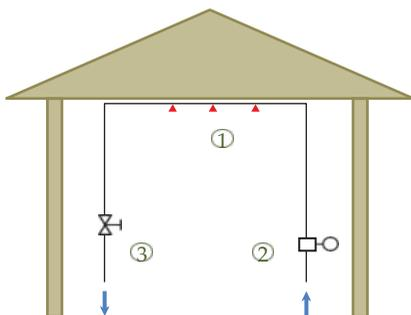

Рис. 1.11
Спринклерные системы используются для смягчения последствий пожара. Когда обнаруженная температура в помещении достигает определенного предела, внутренний клапан в спринклерной системе открывается и вода выпускается в виде брызгов. Часто требуется протестировать такие системы, как функцию выпуска, так и емкость подачи воды. Функция сброса может быть испытана путем набора образцов для испытаний в лаборатории. Поток воды, подаваемой в разбрызгиватели (1), можно проверить, открыв перепускные клапаны (3) и проверив поток, измеренный локально установленными расходомерами (2) (рис. 1.11).